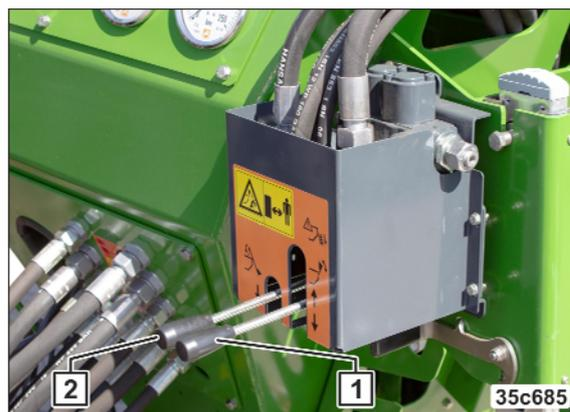

Рис. 248
9. Включите блок управления (Рис. 248/2).